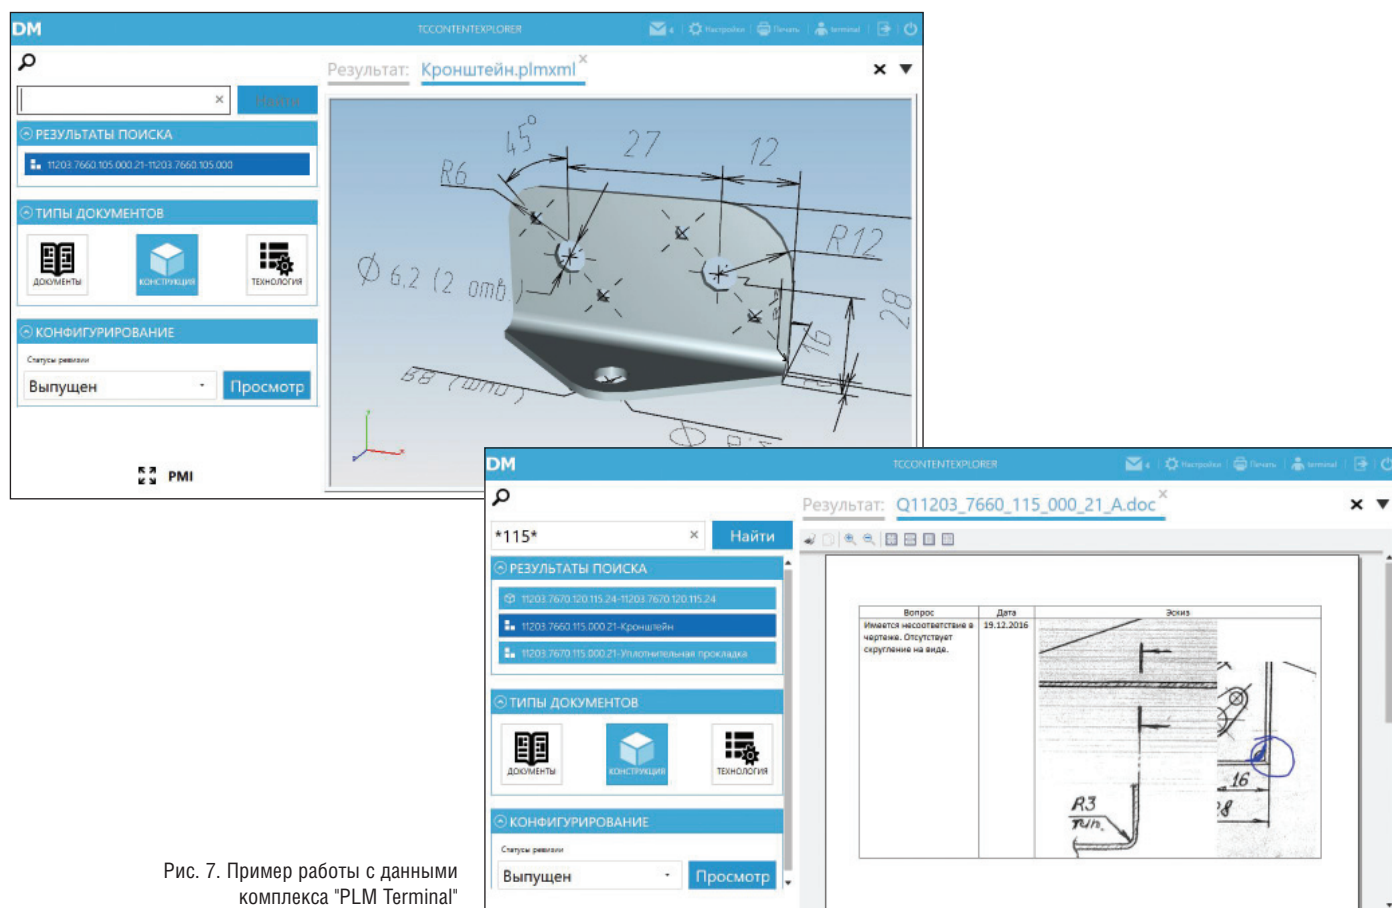

Рис. 7. Пример работы с данными комплекса "PLM Terminal"
Аппаратно-программный комплекс PLM Terminal предназначен для оперативного доступа работников в цеховых условиях к актуальной электронной технической документации предприятия из PLM-системы Teamcenter. Специализированное программное обеспечение комплекса имеет прямую интеграцию с PLM-системой и адаптировано для производственного персонала без навыка работы с инженерными системами CAD (NX) и Teamcenter (рис. 7).